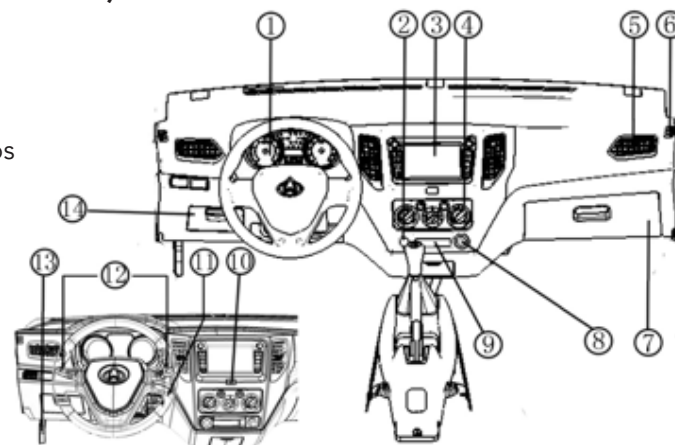

Figura 3.1.1.1
A. Instrumentos combinados (ver Figura 3.1.1.2)